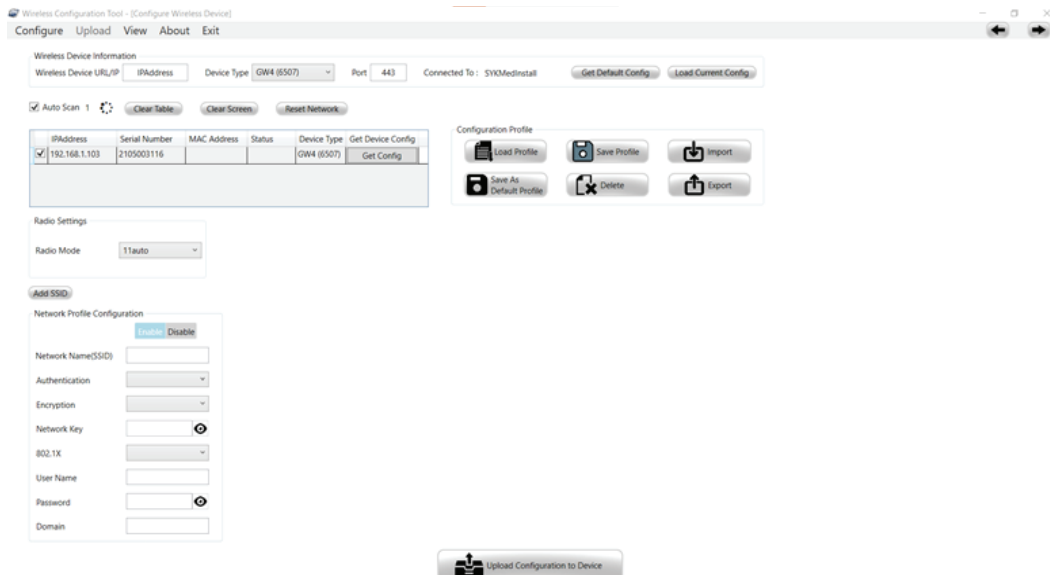

Figure 121 –
7. Lorsque les dispositifs commencent à se connecter et à remplir le tableau d'acquisition automatique, sélectionner la civière à activer. Le numéro de série et le MAC radio seront répertoriés dans la fenêtre (Figure 121).